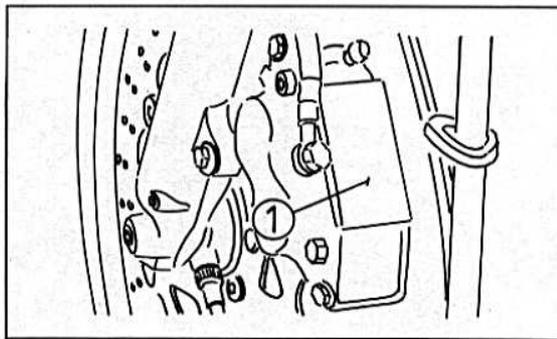

Bild 294
- Das Abdeckblech von der Bremszange abheben (Bild 294).